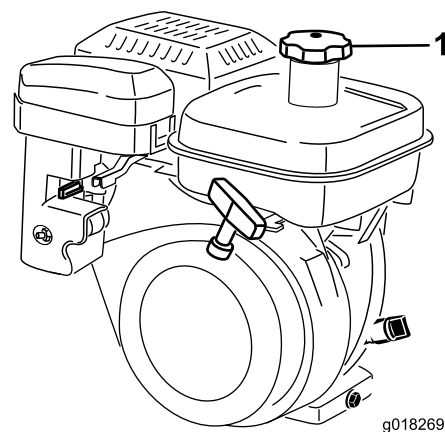

Рисунок 22
1. Очистите область вокруг отстойника топливного бака и снимите крышку (Рисунок 22). Используйте неэтилированный бензин; заправляйте топливный бак не более, чем до низа сетчатого элемента фильтра. Не допускайте переполнения картера.